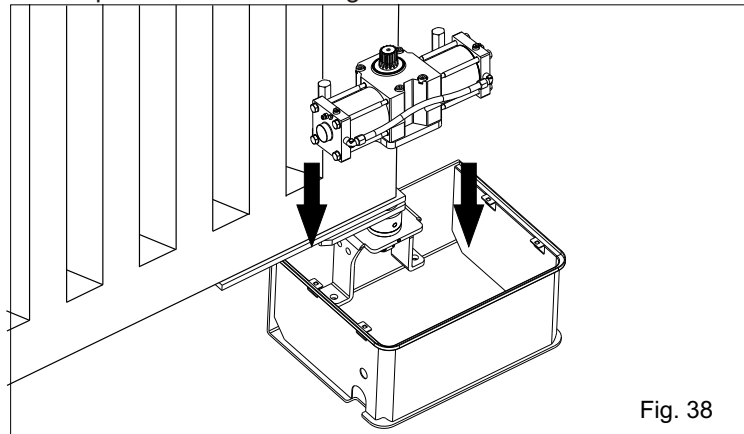
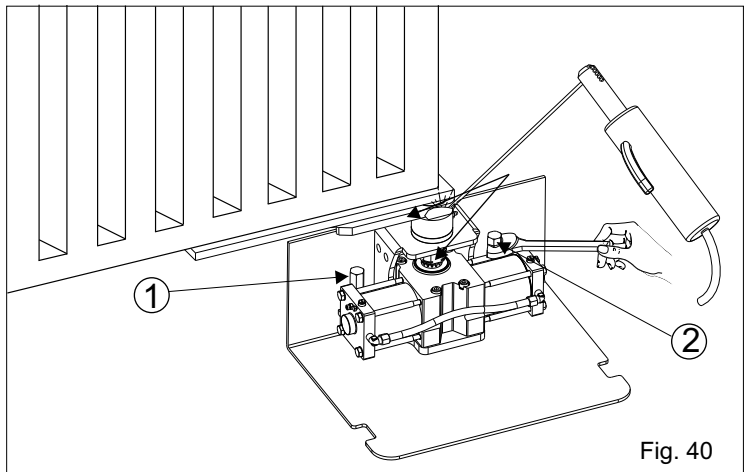

Fig. 38
Fig. 40
**12.1.** Introduire l'opérateur manuellement à l'intérieur de la caisse portante (Fig. 38) et insérer l'arbre cannelé de l'opérateur dans la douille cannelée de la caisse en fixant l'actuateur avec les vis spéciales comme en Fig. 40.